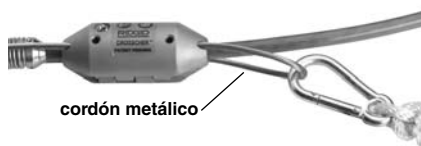

Figura 8 – Enganche de la cuerda
6. Amarre la cuerda firmemente al clip y enganche el clip en la lazada del cordón metálico (Figura 8).